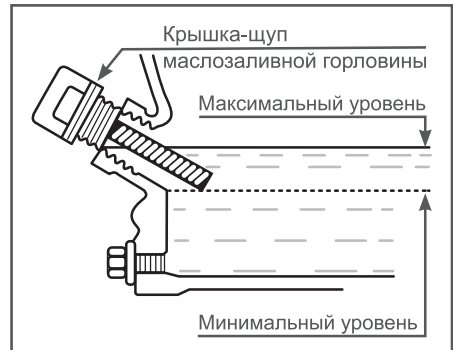

Рис. 10 Проверка уровня масла в камере
*Максимальный уровень масла в камере соответствует нижней кромке заливного отверстия (Рис. 10).*
4. Аккуратно извлеките щуп и осмотрите его. Уровень масла должен соответствовать верхней отметке на щупе. При недостаточном уровне масла в картере необходимо долить чистое масло до верхней отметки на щупе, что соответствует нижней кромке заливного отверстия (Рис. 10).